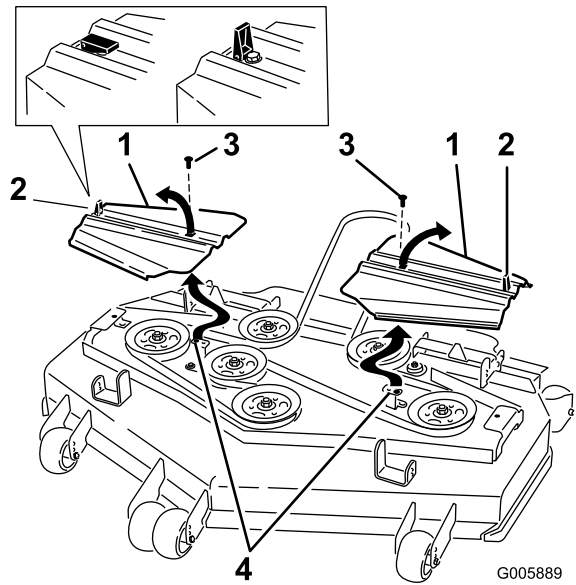

Bild 60
12. Setzen Sie die Riemenabdeckungen auf. Die Laschen sollten in den Schlitten stecken. Setzen Sie die Schrauben und und schließen Sie die Laschen (Bild 60).